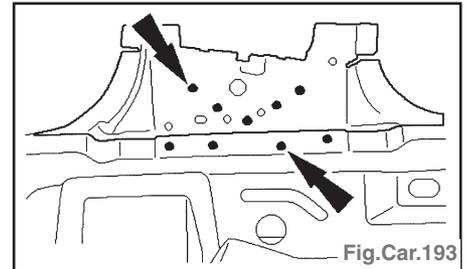

Fig.Car.193
- Tôle intérieure de montant B : Framer les points de soudure (Fig.Car.193).